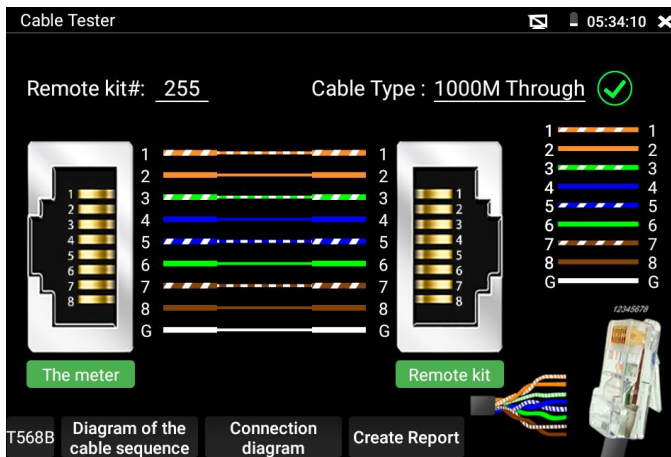

Рис. 22 Интерфейс приложения «Cable Tester»
- 2) Запустите приложение «Cable Tester» из папки «Network&Cable» (рис. 22)